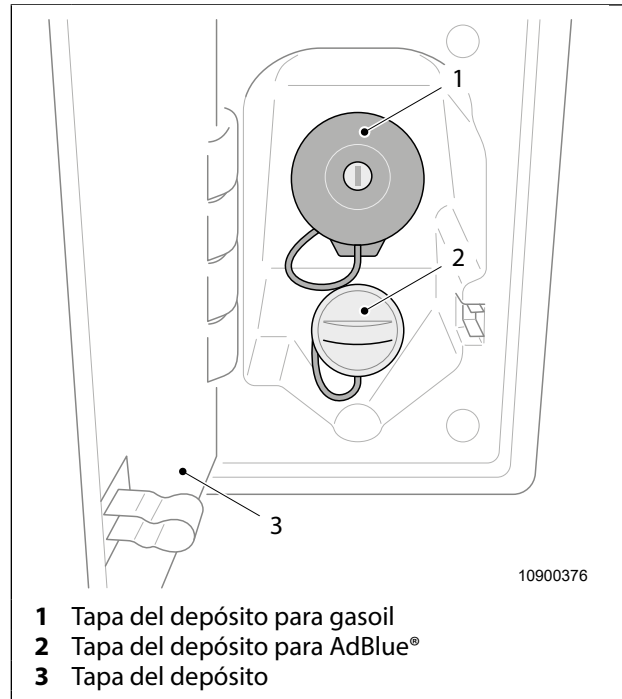

Fig. 4 Boca de llenado del depósito
La boca de llenado del depósito de gasoil se encuentra atrás de la tapa del depósito (Fig. 4, pos. 3) junto a la puerta del conductor.
1. Presionar y plegar hacia fuera la tapa del depósito (Fig. 4, pos. 3).
2. Abrir la tapa del depósito para gasoil (Fig. 4, pos. 1) con la llave y desenroscarla.
1. Enroscar la tapa del depósito para gasoil (Fig. 4, pos. 1) y cerrarla con llave.
2. Cerrar la tapa del depósito y presionar (Fig. 4, pos. 3) hasta que engatille.
La boca de llenado del depósito de AdBlue® se encuentra atrás de la tapa del depósito (Fig. 4, pos. 3) junto a la puerta del conductor.
2. Desenroscar la tapa del depósito para AdBlue® (Fig. 4, pos. 2).
1. Enroscar la tapa del depósito para AdBlue® (Fig. 4, pos. 2).